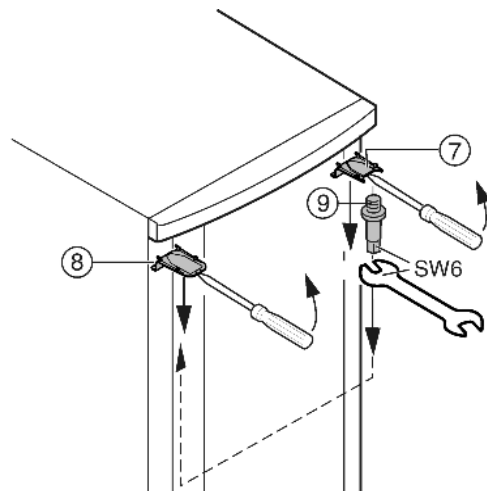

Fig. 7
- Odstraňte kryt Fig. 7 (7) a kryt Fig. 7 (8) šroubovákem vpředu uvolněte ze západek a odstraňte pohybem šikmo směrem dolů.
- Vyšroubujte ložiskové čepy Fig. 7 (9) a na protější straně zašroubujte silou (4 Nm).
- Namontujte opět kryt Fig. 7 (7) na straně ložiskového čepu: vzadu nasadte, vpředu nechte zaskočit do západek.
- Namontujte opět kryt Fig. 7 (8) na protější straně: vzadu nasadte, vpředu nechte zaskočit do západek.
- Zavěste dveře nahoře do ložiskového čepu Fig. 7 (9).